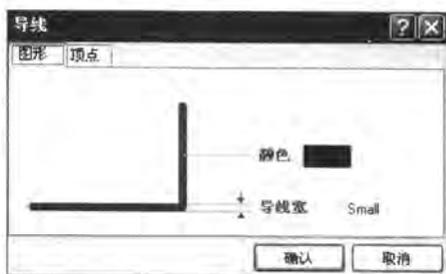

图 3-74 【导线】对话框（【图形】选项卡）
- [4] 双击所绘制的导线（或在绘制状态下，按 **[Tab]** 键），系统弹出如图 3-74 所示的【导线】对话框。该对话框中有 2 个选项卡，即【图形】与【顶点】，在【图形】选项卡中可以设置导线的颜色与宽度。